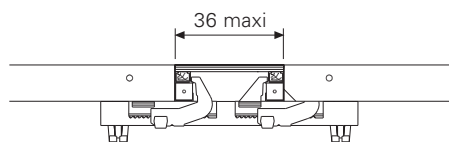

Fig. A12.03a
L'ancrage doit être effectué de telle manière que les efforts d'ancrage soient transférés aux éléments voisins via la filière de compensation TAR 85 (23). (Fig. A12.03a)